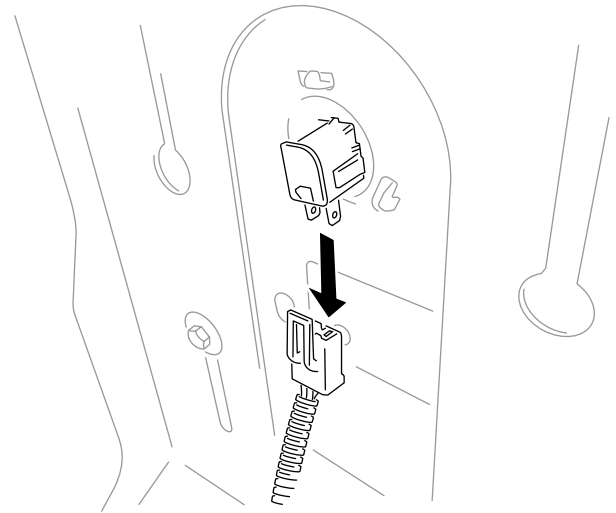

Figura 2
3. Desconecte el arnés del interruptor del asiento (Figura 2).